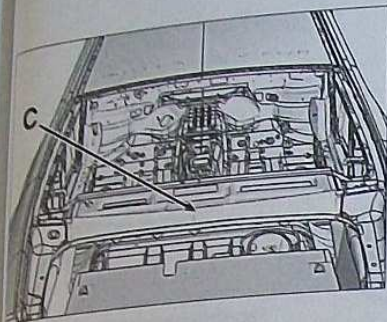

FIG. 84
Mettre en place la cale d'épaisseur en (C) (Fig.84).